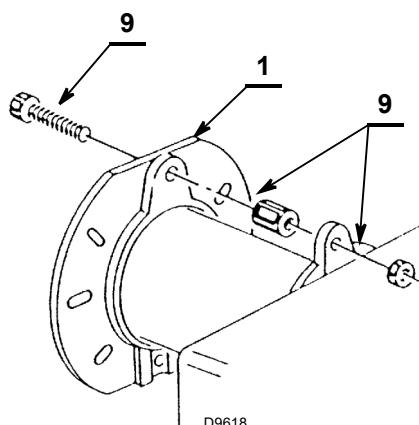

Fig. 9
- insérer dans la bride 1) la vis et les deux écrous 9)(voir Fig. 9).